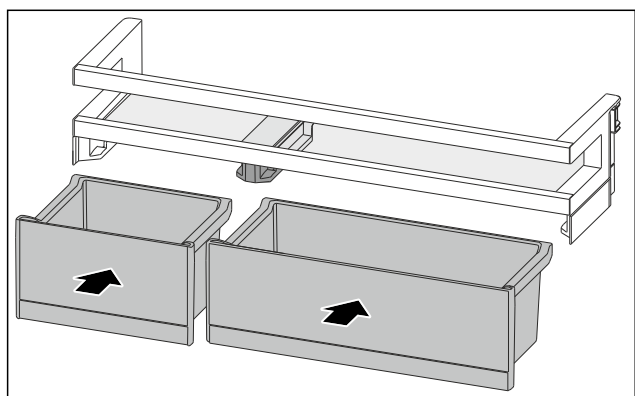

Fig. 225
- ▶ VarioBoxy vložte v opačném pořadí. (viz Fig. 225)